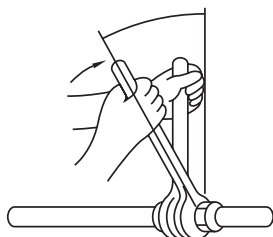

Fig. 5-8
- Applicare una piccola quantità di refrigerante sulla superficie di posa della tubazione. (Fig. 5-8)